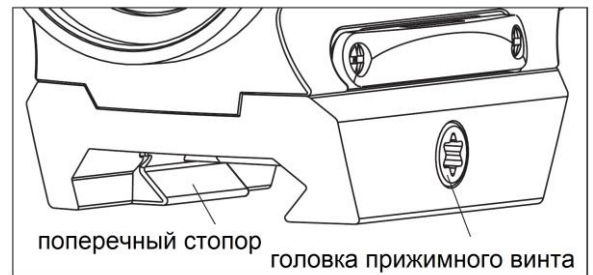

рис.3
2. Вставьте шестигранный ключ в головку прижимного винта и поверните его, чтобы ослабить стопор. Установите прицел на подходящее место на планке. Затяните прижимной винт. (Рис.3).